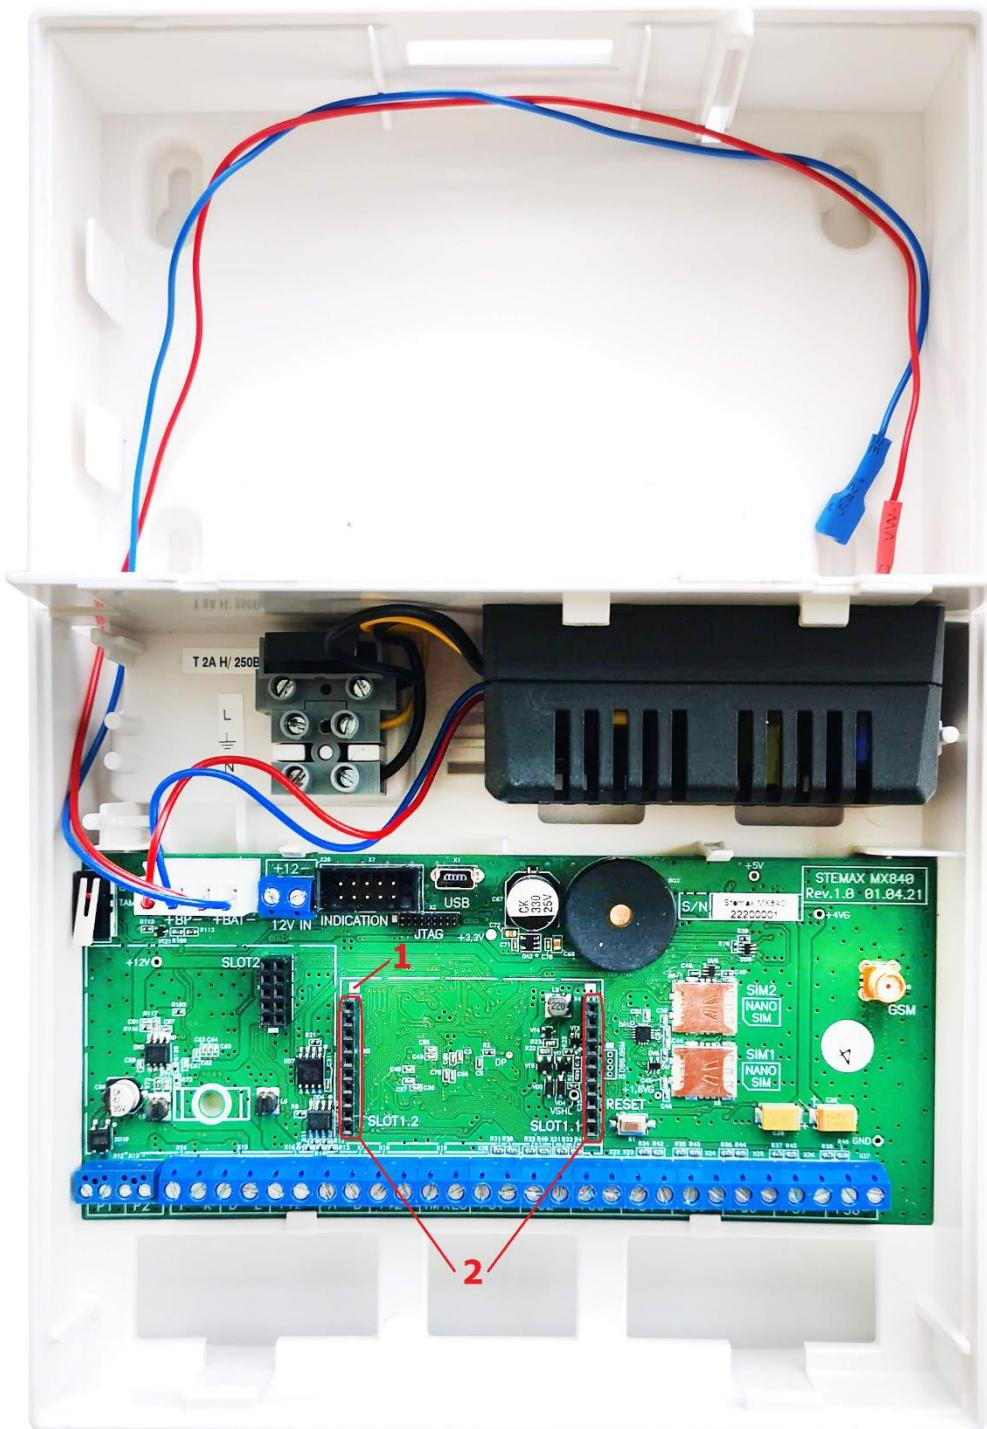

Рисунок 3.2 – Вид контроллера STEMAX MX840 со снятой крышкой
На иллюстрации (см. рисунок 3.2) для примера приведена плата контроллера STEMATRIX MX840, на которой выделены слот для подключения модуля (2) и метка для правильной установки модуля (1).